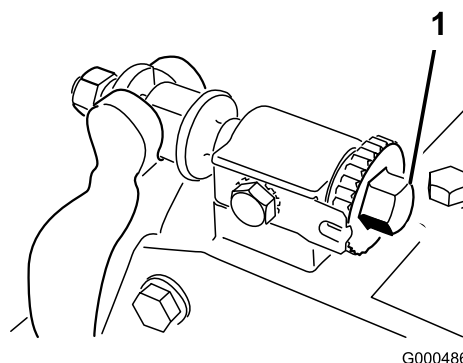
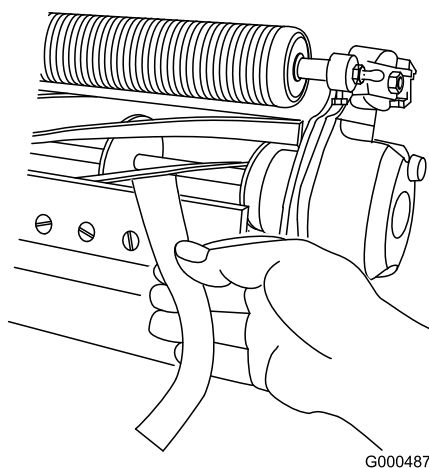

Figura 50
Figura 51
2. Eliminate il contatto con il cilindro facendo girare in senso antiorario le viti di regolazione della barra di appoggio (Figura 50).
4. Inserite una lunga striscia di carta di giornale tra il cilindro e la controlama (Figura 51) da un lato del cilindro. Girate lentamente il cilindro in avanti, e allo stesso tempo girate in senso orario la vite di regolazione della barra di appoggio (dallo stesso lato del cilindro) (Figura 50), uno scatto per volta, finché la carta non viene pizzicata leggermente quando viene inserita dal davanti ed è parallela alla controlama. Tirando la carta dovreste notare una lieve resistenza.
6. Al termine della messa a punto, controllate se il cilindro è in grado di pizzicare la carta inserita dalla parte anteriore, e se la taglia quando viene inserita ad angolo retto rispetto alla controlama (Figura 51). Dovreste riuscire a tagliare la carta con un contatto minimo tra la controlama e le lame del cilindro. In caso di resistenza eccessiva dovrete lappare o affilare di nuovo l'apparato di taglio, al fine di disporre dei bordi affilati necessari per un taglio di precisione (vedere il manuale Toro per l'affilatura del cilindro).